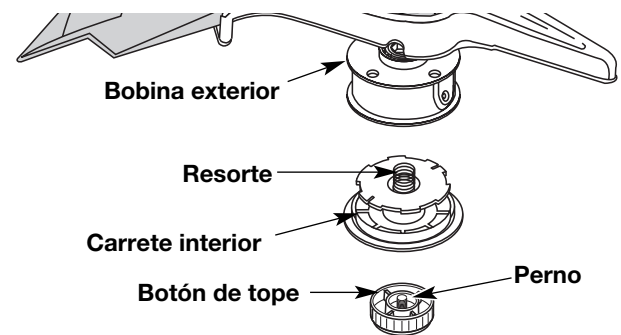

Fig. 31
1. Sostenga la bobina exterior con una mano y desenrosque el botón de tope en sentido antihorario (Fig. 31 o 32). Inspeccione el perno de adentro del botón de tope para verificar que se mueva con libertad. Cambie el botón de tope si está dañado.
2. Saque el carrete interior de la bobina exterior (Fig. 31 o 32).
3. Saque el resorte del carrete interior (Fig. 31 o 32).
1. Sostenga la bobina exterior con una mano y desenrosque el botón de tope en sentido antihorario (YM26BC) o en sentido horario (YM26C0). Inspeccione el perno dentro del botón de tope para verificar que se mueva con libertad. Cambie el botón de tope si está dañado (Fig. 31 o 32).
2. Saque el carrete interior viejo de la bobina exterior (Fig. 31 o 32).
3. Saque el resorte del carrete interior viejo (Fig. 31 o 32).